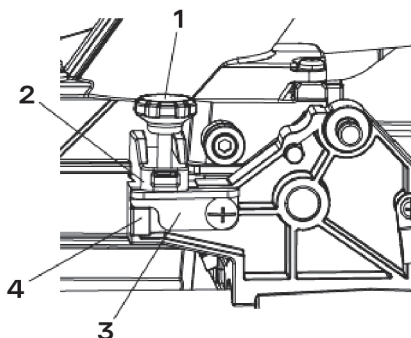

рис. 21
1. Перемещая режущий блок вверх, вращать стопорную ручку (1) против часовой стрелки, пока ручка не выйдет из нижней части стопорного блока (2) (рис. 21).
2. Вращать стопорную пластину (3) против часовой стрелки, чтобы она коснулась основания упора (4).
3. Убедиться, что стопорный блок (2) полностью касается стопорной пластины (3).
5. Удерживая блок в этом положении, вращать стопорную ручку (1), пока она не коснется стопорной пластины (3) (рис. 21).